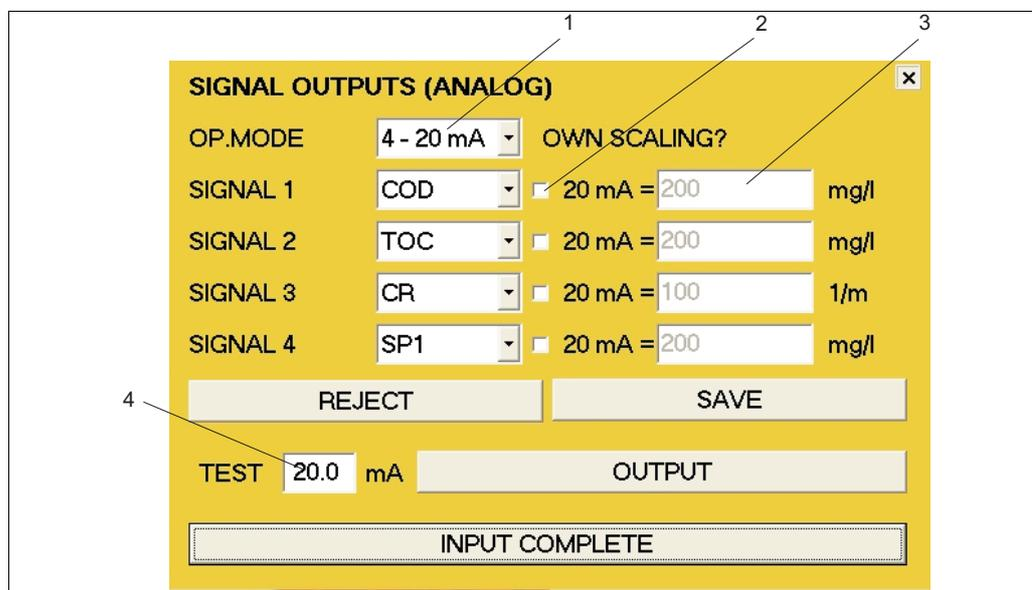

Fig. 48: Finestra USCITE ANALOGICHE
1. Nel campo di selezione MOD. OPERATIVA (pos. 1, fig. 48), selezionare il campo di corrente desiderato.
3. Se si desidera scalare un'uscita analogica, attivare l'uscita corrispondente (pos. 2, fig. 48).
4. Nel campo di inserimento (pos. 3, fig. 48), inserire il valore massimo desiderato per l'uscita corrispondente.
4. Nel campo di inserimento **TEST** (pos. 4, fig. 48), inserire un valore di corrente (max. 20 mA).